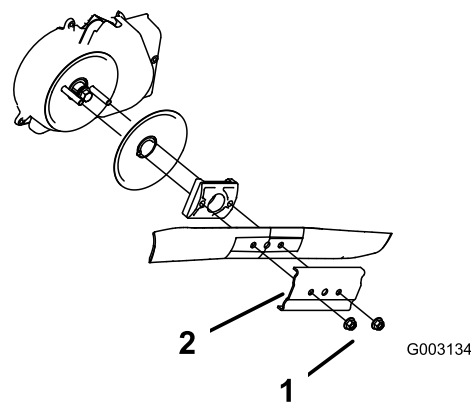

Рисунок 27
3. Отверните 2 гайки крепления ножа и прижим (Рисунок 27).
4. Извлеките нож (Рисунок 27).
5. Установите новый нож (Рисунок 27).